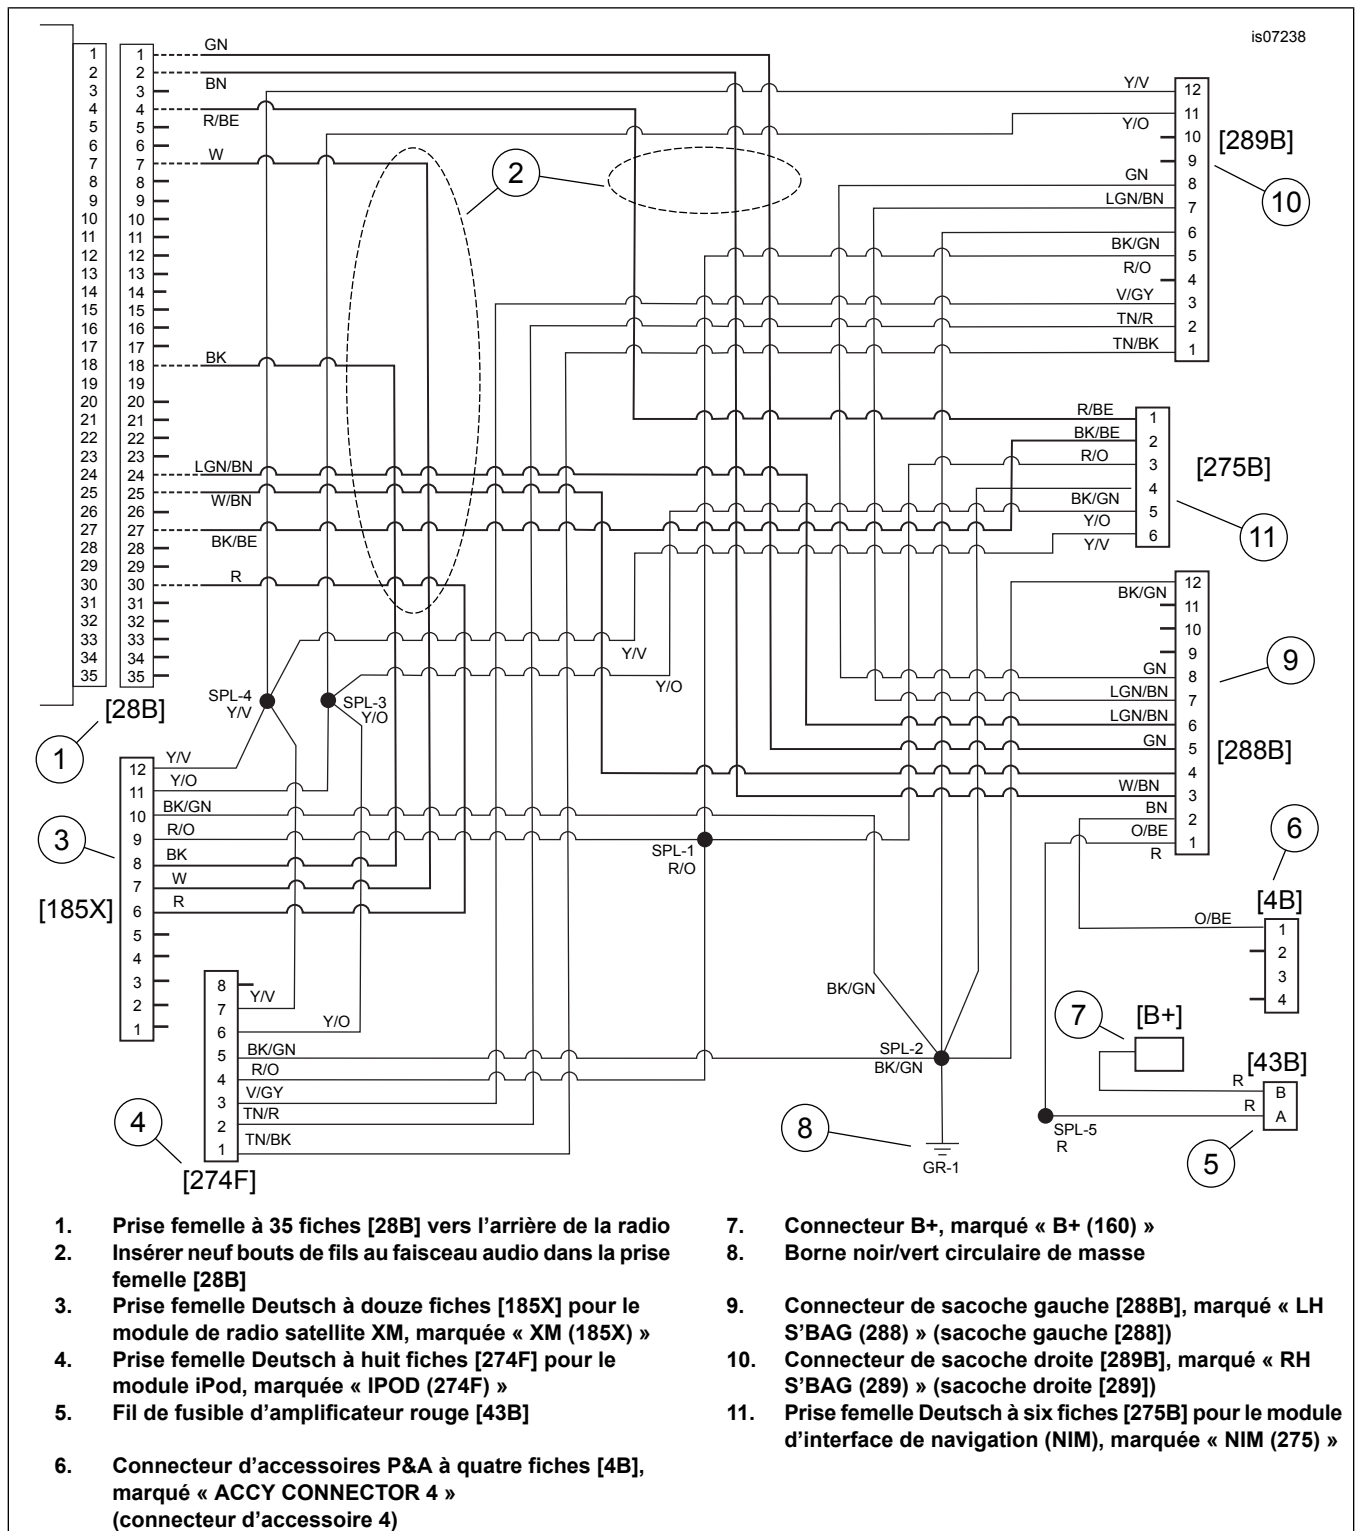

Figure 6. Schéma de câblage, faisceau audio 69200477
6. Voir Figure 6. Positionner les connecteurs « B+ 160 » (7) et « ACCY CONNECTOR 4 » (6) dans la zone sous la selle. Positionner le porte-fusible (5) dans un emplacement facilement accessible. Accoupler le connecteur [160] (7) avec le connecteur B+ sur le véhicule. Accoupler la prise femelle grise à 4 fiches [4] (6) avec la prise mâle [4A] sur le véhicule.
7. Attacher la borne circulaire [MASSE-1] (8) à l'écrou de masse de droite.